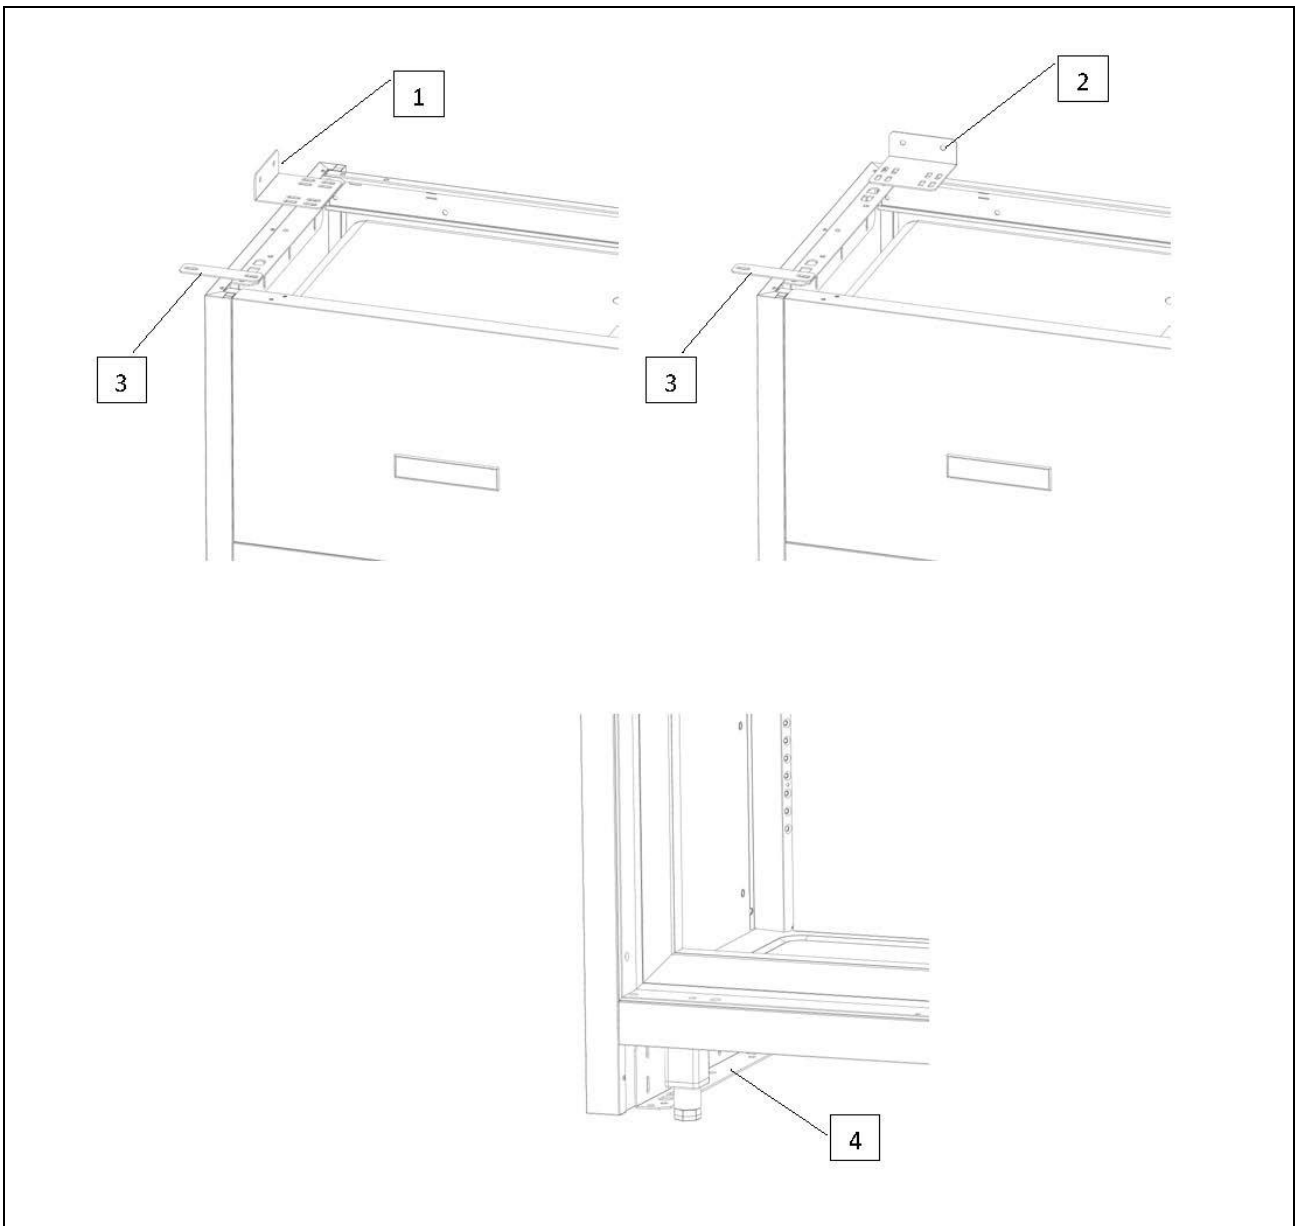

Abb. 4
- Seitlich rechts wie links mit oberem Bügel (Ref. 1, Abb. 4);
- Rückwärtig an der Wand mit oberem Bügel (Ref. 2, Abb. 4);
- Am Boden, wenn möglich, mit seitlichem Bügel (Ref. 4, Abb. 4);
- Zwei oder mehr Geräte nebeneinander müssen mit einem Verbindungsbügel untereinander befestigt werden (Ref. 3, Abb. 4).
- Den extra gelieferten unteren Sockel (2, wenn die Wine Library durchgehend ist) mit den entsprechenden Stekhaken (Ref. 1, Abb.4) befestigen.